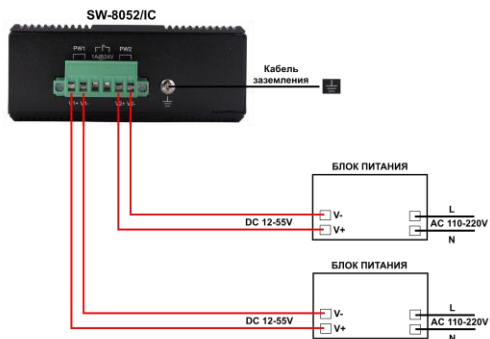

Рис.4 Схема подключения блоков питания к клеммной колодке коммутатора SW-8052/IC
3. Во избежание электромагнитных наводок нужно заземлять коммутатор SW-8052/IC (Рис. 4)